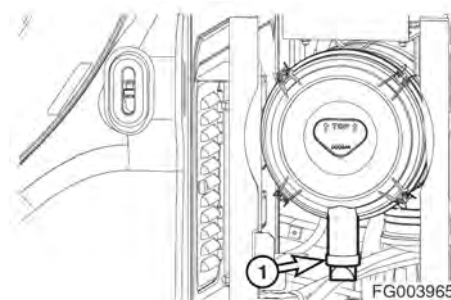

Рис. 69
2. Извлечь из нижней части крышки корпуса воздухоочистителя (2) резиновый клапан эвакуатора пыли (1, рис. 69) и очистить его. Проверить кромки уплотнения на наличие признаков износа или повреждения. Заменить клапан при необходимости.